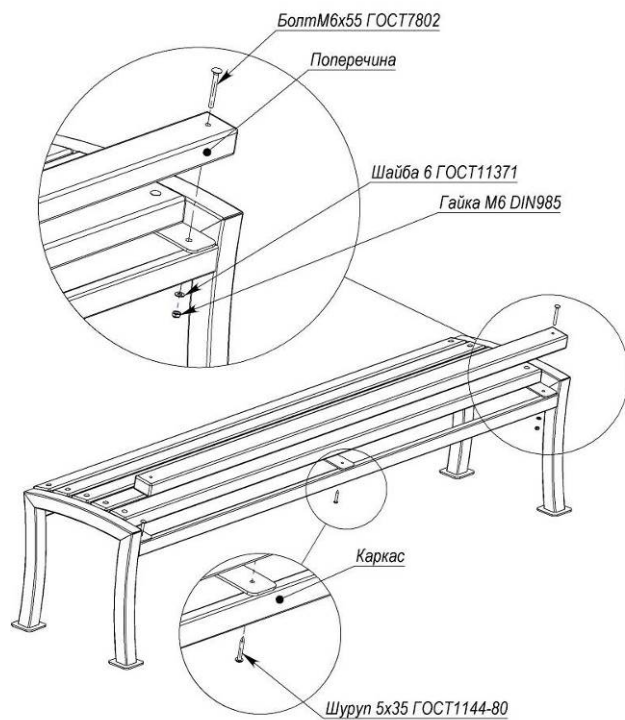

Рисунок 1
- Лавку LP002.1 відповідно рис. 1.